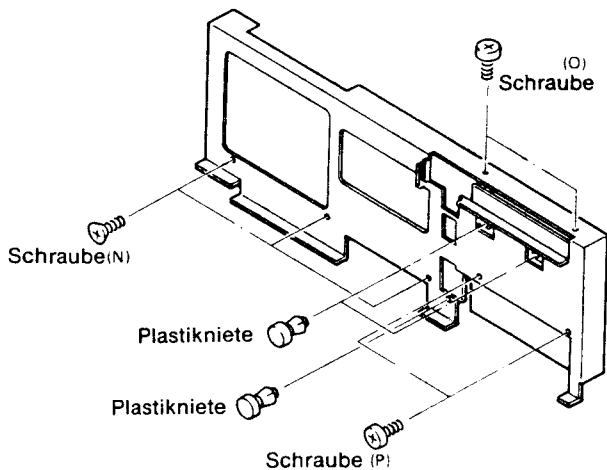

Abb. 12
7. Entfernen der LED-Platine, Schalterplatine (2) und Reglerplatine (Abb. 12)